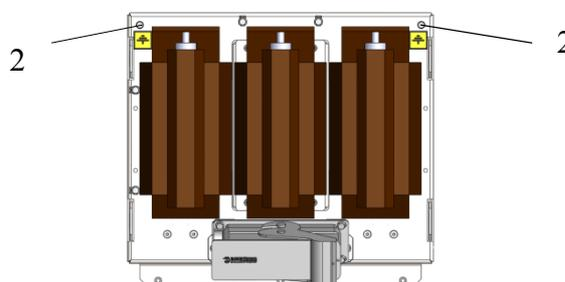

**Рис. 32. Выкатной элемент с измерительными трансформаторами напряжения и тележкой аппаратной**
- с тележкой аппаратной рис.32, выкатной элемент переводится в рабочее положение с помощью рукоятки оперирования;
На рис. 32а показан монтаж выкатного элемента с измерительными трансформаторами напряжения без тележки аппаратной, в отсек кабельных присоединений.
**Рис. 32а. Порядок монтажа выкатного элемента с измерительными трансформаторами напряжения в отсек кабельных присоединений**